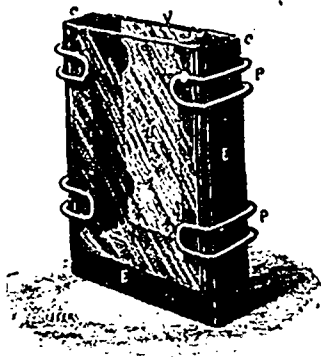

Fig. 3. Cuve à mercure pour la photographie des couleurs
M. Lippmann, après avoir essayé sans succès l'argent et la platine, a fini par employer le mercure. Ce métal, à la fois liquide et brillant, est coulé dans une petite cuve (fig. 3) à bords de caoutchouc, dont la glace sensible forme la face antérieure; la glace et cuve sont serrées l'une contre l'autre par deux petites pinces en cuivre, comme le montre la figure. Dans ces conditions, la couche sensible et transparente, tournée vers l'intérieur de la cuve, se trouve adossée à un véritable miroir métallique constituée par le mercure; quand la pose est terminée, on vide la cuve, on enlève les pinces, et la glace étant redevenue libre, on peut